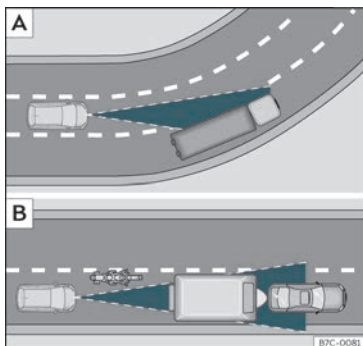

Fig. 162 [A] Veículo numa curva. [B] Motociclo que circula à frente, fora do raio de alcance do sensor de radar.
O ACC poderia não detetar em curva o veículo precedente ou poderia regular a distância com veículos que se encontram noutras faixas >>> **Fig. 162** [A].
- Veículos que circulem desalinhados ou fora da zona de deteção do sensor, por exemplo, motociclos >>> **Fig. 162** [B].